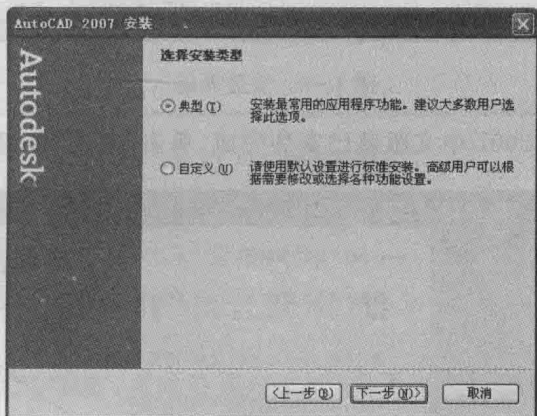

图 1-7 选择安装类型
(5) 安装类型可以根据需要自行选择, 建议选择“典型”类型, 如图 1-7 所示。